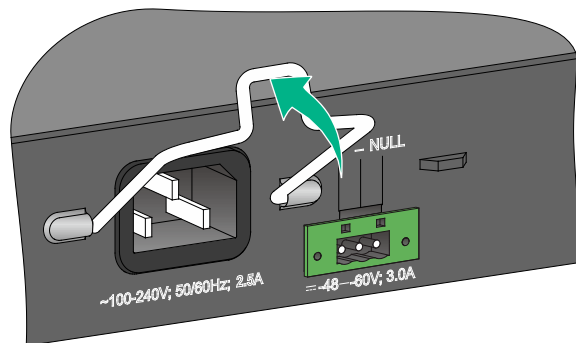

図 3-17 AC 電源ケーブルの接続(1)
- 2) 図 3-17に示すように、AC 電源ケーブルの固定金具のフックを、AC 電源入力ソケットの両側にある穴に取り付けてください。AC 電源ケーブルの固定金具を上にも押し上